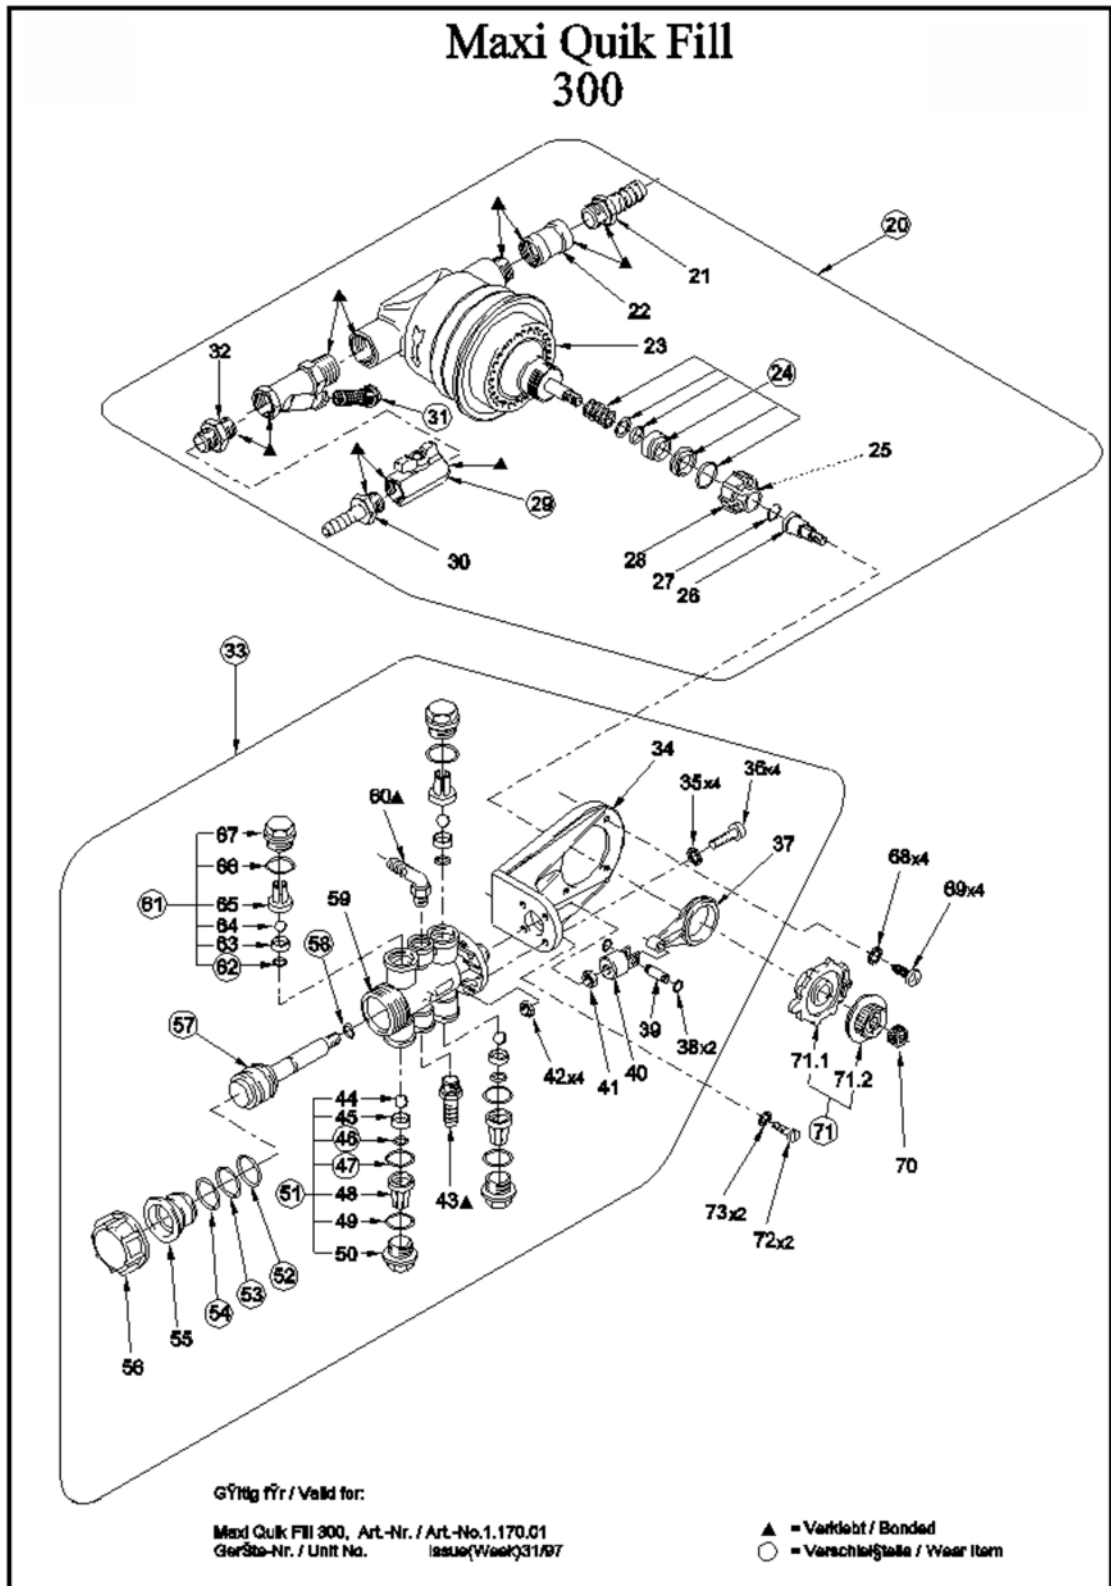

Abb. 8: Explosionszeichnung II
6. ➤ Gleitringdichtung (Abb. 8, Pos. 24) durch leichtes Hin- und Herbewegen von der Antriebswelle entfernen.
1. ▶ Bauseitigen Wasserhahn und Absperrhahn (☞ *Kapitel 11 „Zeichnungen / Ersatzteile / Zubehör“ auf Seite 39*, Abb. 8, Pos. 29) am Wassermotor (Abb. 8, Pos. 23) schließen.
3. ▶ Rändelmutter (Abb. 8, Pos. 70) von Exzenteraufnahme (Abb. 8, Pos. 26) entfernen und Exzenter (Abb. 8, Pos. 71) abziehen.
4. ▶ Halteschrauben (Abb. 8, Pos. 69) mit Scheiben (Abb. 8, Pos. 68) von Dosierpumpenhalterung (Abb. 8, Pos. 34) entfernen.
3. ▶ Siebhalterung des Schmutzfilters (Abb. 8, Pos. 31) herausschrauben und Sieb entfernen.
1. ➤ Bauseitigen Wasserhahn und Absperrhahn (☞ *Kapitel 11 „Zeichnungen / Ersatzteile / Zubehör“ auf Seite 39, Abb. 8, Pos. 29*) am Wassermotor (Abb. 8, Pos. 23) schließen.